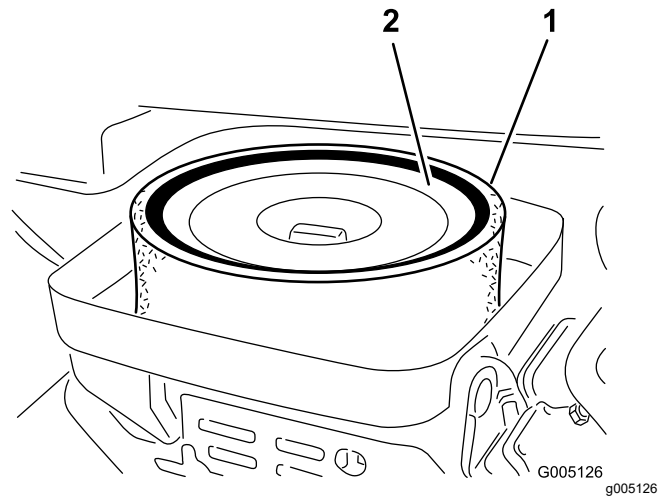

Figura 31
3. Enlevez l'écrou à oreilles qui fixe les éléments au boîtier du filtre à air (Figura 31).
4. Si l'élément en mousse est encrassé, sortez-le de l'élément en papier (Figura 31). Nettoyez-le soigneusement comme suit :